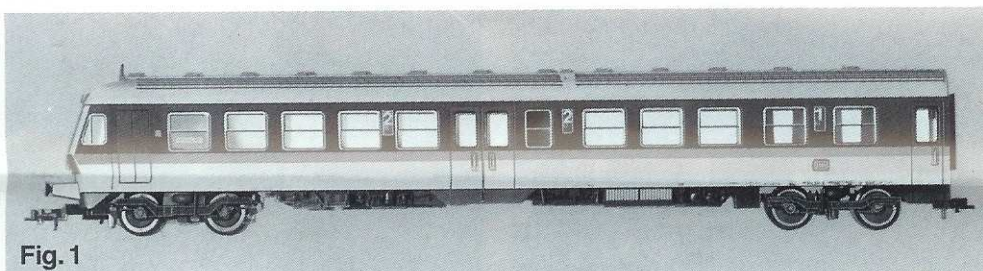

Fig. 1
Seit 1971 sind die modernen Dieseltriebwagen BR 614 bei der DB im Einsatz. Die bei MAN gebauten 2teiligen Grundeinheiten leisten 2 x 500 PS und fahren max. 140 km/h schnell. Sie werden auch auf elektrifizierten Strecken im Nahverkehrs-, Regional- und Eilzugbetrieb und bei Gesellschaftsfahrten eingesetzt. Bei Bedarf können bis zu 2 Mittelwagen eingestellt werden. Max. 3 Einheiten, jeweils 3teilig, bilden einen Zug. (Fig. 1).
These modern diesel railcars BR 614 are used by the German Federal Railways since 1971. The basic units consisting of 2 parts, constructed by MAN, are provided with a horsepower of 2 x 500 and achieve a top speed of 140 km/h. They run also on electrified lines of local, regional and fast services, as well as for party trips. If required, up to 2 centre coaches can be added. At the maximum a train is made up of three railcar sets consisting of three parts each (fig. 1).
Les autorails diesel modernes BR 614 sont en service aux chemins de fer allemands (DB) depuis 1971. Les 2 unités de base sont construites par les usines MAN. Elles ont une puissance de 2 x 500 HP et leur vitesse maximum est de 140 km/h. Ils circulent également sur les lignes électrifiées en service de banlieue, régional et express. On les utilise aussi pour des voyages de groupe. En cas de nécessité, on peut leur adjoindre 2 voitures centrales. La composition maximum d'un train peut comporter 3 unités de 3 voitures (fig. 1).
Sinds 1971 zijn de moderne dieselaandrijfwagens BR 614 bij de DB ingebruik. De bij MAN gebouwde 2-delige aandrijfwagens hebben een vermogen van 2 x 500 PS en hebben een maximum snelheid van 140 km/u. Ze worden ook op geëlektrificeerde afstanden in buurt-, regionaal- en snelverkeer en bij gezelschapsritten ingezet. Naar behoefte kunnen 2 middenwagens ingezet worden. Max. 3 eenheden, elk 3-delig, vormen een trein (fig. 1).
Sedan 1971 är de moderna motorvagnstågen litt. 614 i drift hos DB. De hos MAN byggda 2-deliga grundenheterna har en effekt av 2 x 500 hk och går i max. 140 km/h. De sätts också in på elektrifierade sträckor i närtrafiks-, regional- och snälltågsdrift liksom vid resesällskapsturer. Vid behov kan upptill 2 mellanvagnar sättas in. Max. 3 enheter, ibland 3-deliga, bildar ett tåg (fig. 1).
Questi moderni autotreni diesel BR 614 sono in esercizio sulle ferrovie della R.F. di Germania dal 1971. La potenza fornita da quelli che escono dalle officine MAN è di 2 x 500 cav, velocità massima 140 km/h. Vengono impiegati anche su percorsi elettrificati per traffico regionale e locale, come pure per scopi turistici. Questo autotreno è formato dalla motrice e da 1 carrozza, massimo 2 carrozze (fig. 1).